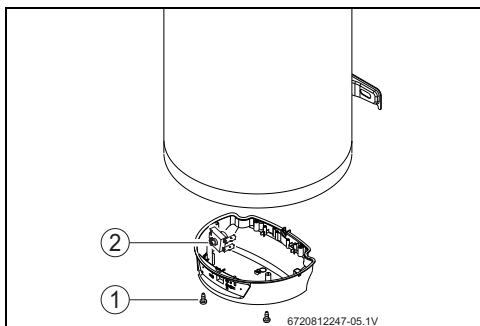

Fig. 14 Botão de rearme
- ▶ Desapertar os parafusos da tampa do termoacumulador e retirá-la (Fig. 14, [1]).
- ▶ Pressionar completamente o botão (Fig. 14, [2]).